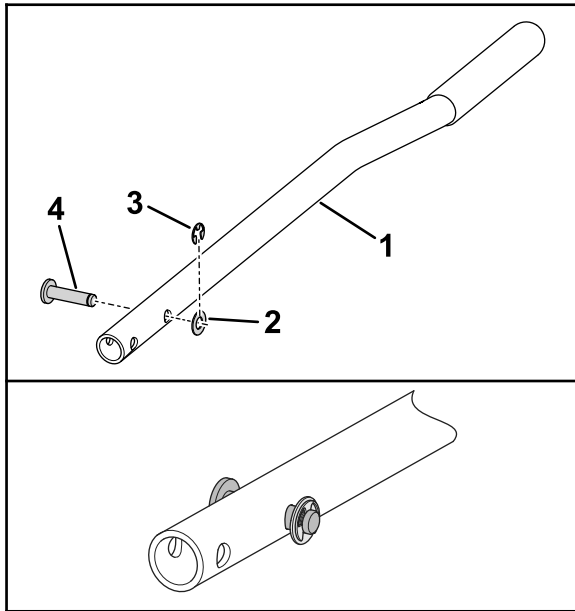

Figura 1
1. Inserte el pasador ranurado a través del orificio del asidero como se muestra en la Figura 1.